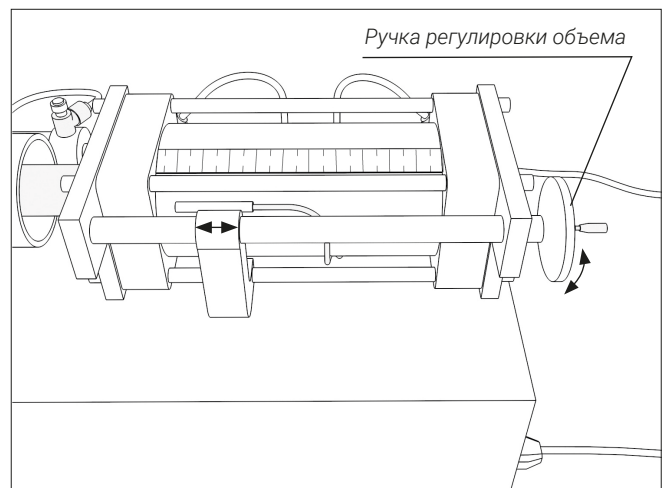

Рис. 25
12.14.1. Осуществить регулировку объема подачи, повернув ручку регулировки по часовой или против часовой стрелки (рис. 25).